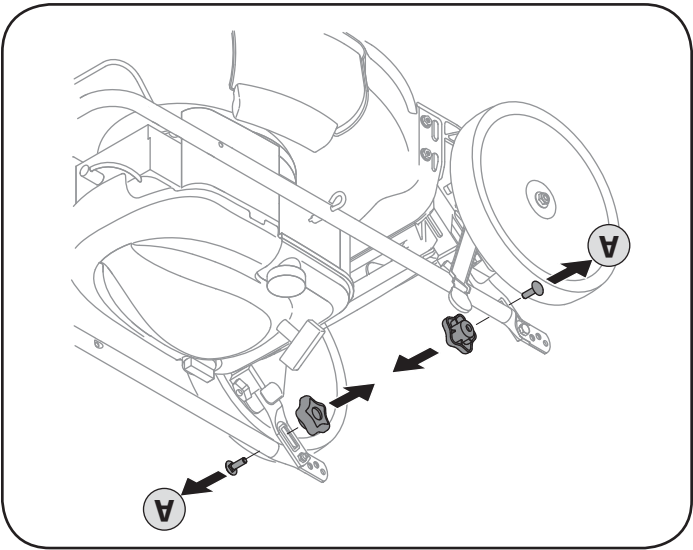

Figure 1
- a. Enlevez les écrous à oreilles et les boulons ordinaires du guidon, comme à la Figure 1. Ne desserrez pas ou n'enlevez pas les vis à tête hex. adjacentes.